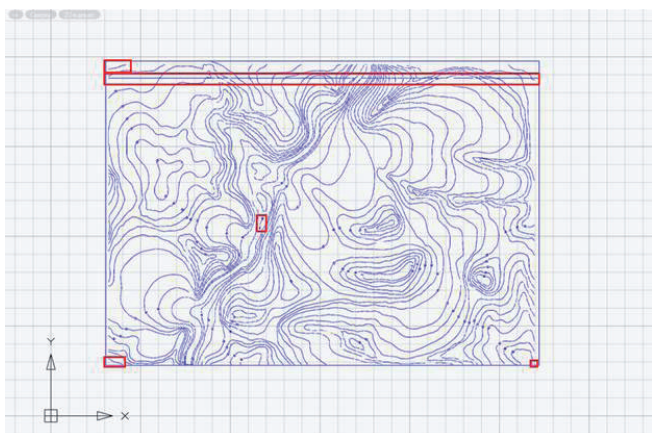

Рис. 8. Лишние объекты
4. Так как некоторые лишние объекты могут быть одного цвета с необходимой информацией (рис. 8), приходится удалять их вручную.